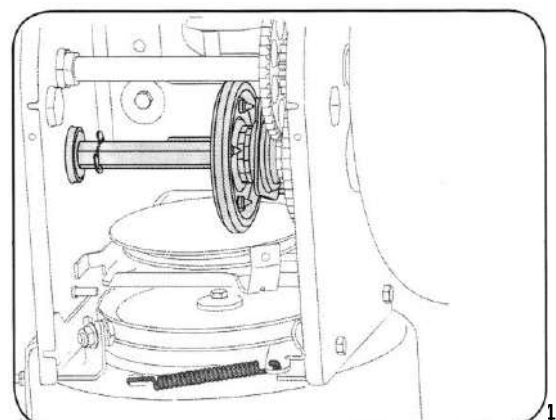

Figure 11
2. Appliquez une légère couche de graisse tout temps polyvalente sur l'arbre hexagonal. Voir la figure 11